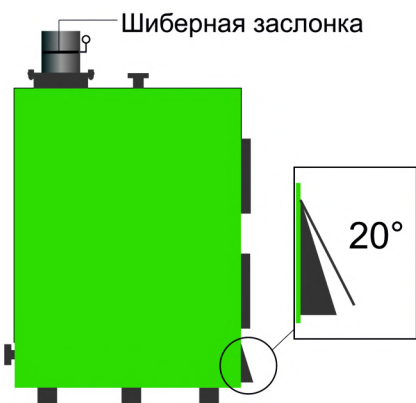
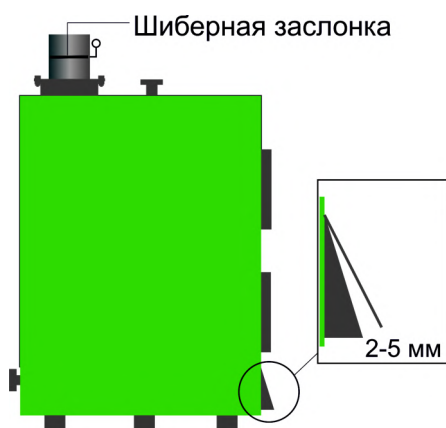

Рисунок 8.
Рисунок 10.
- после того, как воздух в отапливаемом помещении нагреется, прикрыть дверцу регулировки подачи воздуха, оставив воздушный зазор примерно — 2-5 мм (рис. 10), закрыть на половину заслонку в дымоотводящем патрубке (если шибер шторный, то выдвинуть его до риски на шторке). Таким образом будет обеспечена правильная работа Котла и соответственно максимально эффективный, экономичный, комфортный режим работы, не требующий дополнительной регулировки до тех пор, пока в топке не останется топлива менее десятой части от полной загрузки;
приоткрыть дверцу регулировки подачи воздуха под 30–45 градусов относительно вертикали (рис. 8) на 5–10 минут, пока не займется дымом, не начнет тлеть вновь заложенное топливо (чем влажнее топливо — тем дольше), после чего необходимо вернуть дверцу регулировки подачи воздуха в положение 2–5 мм зазора (рис. 10);